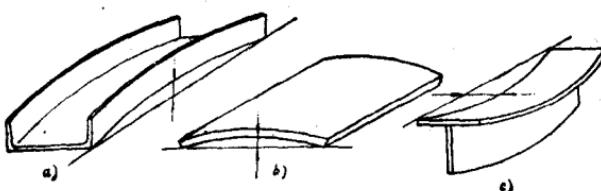

图 2-1
8. 用火焰矫正方法来矫正如图2-1所示构件的变形 (请在下图中画出加热形状和位置)。